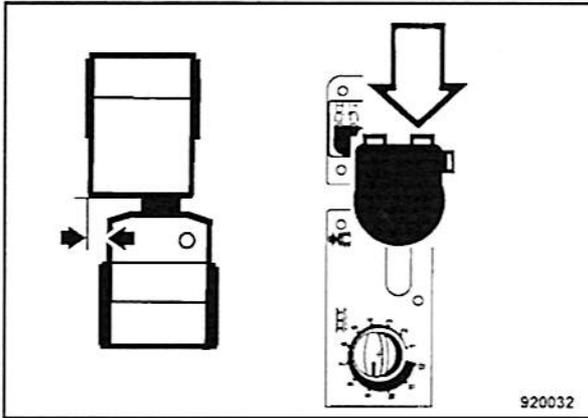

Fig. 88
- Pulsar y mantener pulsado el pulsador de la derecha (Fig. 88) en la palanca de marcha de la izquierda.